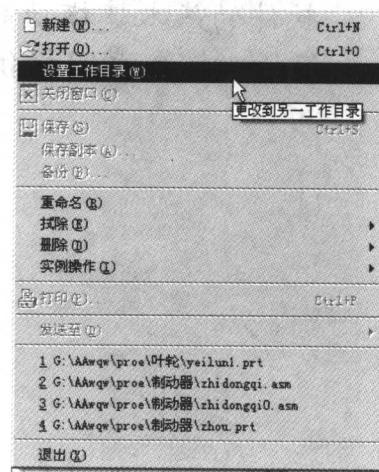

图 1-2 “工作目录”菜单
(1) 启动 Pro/ENGINEER “Wildfire 3.0 中文版（以下简称 Pro/ENGINEER）软件”。
(2) 选择“文件”→“设置工作目录”命令为零件文件建立工作目录，如图 1-2 所示。Pro/ENGINEER 使用工作目录来帮助管理文件。当新文件保存时默认保存在当前工作目录中，除非指定新目录。当执行“打开”命令时，默认目录是当前工作目录。
(3) 选择“文件”→“新建”命令创建一个新零件文件。零件模块是 Pro/ENGINEER 的默认模块。输入新零件的文件名，文件名必须少于 31 个字符，文件名不能有汉字和空格。
在“新建”对话框中选中“使用缺省模板”选项，如图 1-2 所示。这个设置将使用特定零件文件作为新对象的种子文件。Pro/ENGINEER 中用于新零件的初始模板文件包括 3 个默认基准平面和默认坐标系。零件文件的默认单位设置为“英寸磅秒”。本书假定用户使用“毫米千克秒”的模板文件。零件的默认模板文件可以利用配置文件选项 template\_solidpart 更改。